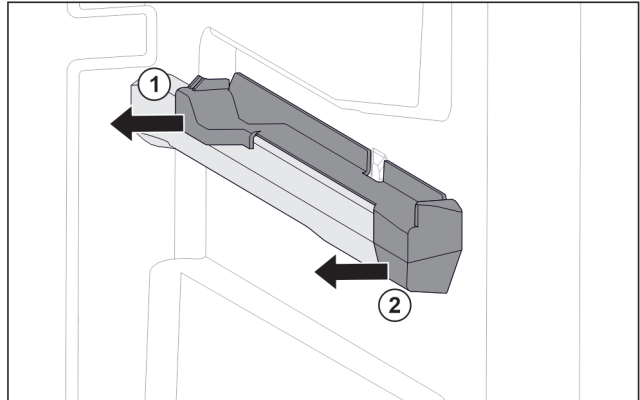

Fig. 61 Aufsteckteil auf der rechten Behälterterrippe
- Aufsteckteil hinten zur Seite abziehen. Fig. 61 (1)
- Aufsteckteil vorne zur Seite abziehen. Fig. 61 (2)